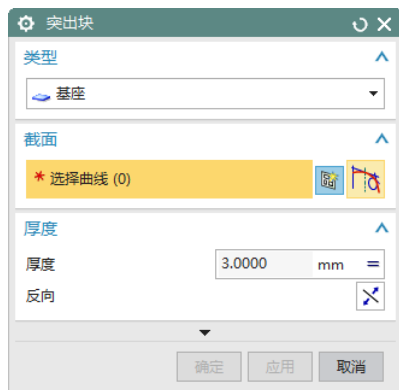

图 3-46 “突出块”对话框
(1) 选择“菜单(M)”→“插入(S)”→“突出块(B)”，或者单击“主页”选项卡“基本”面组上“突出块”按钮，打开如图 3-46 所示“突出块”对话框。